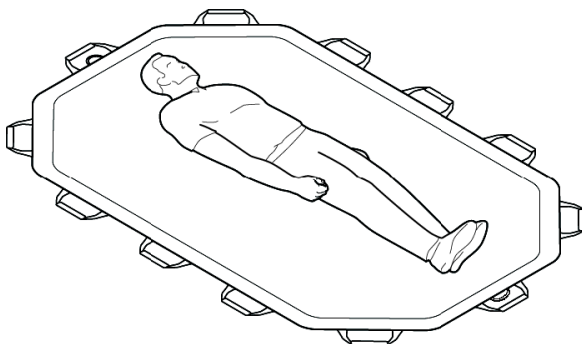

Figure 2
2. Observer les techniques approuvées pour centrer le patient sur le drap de transfert, comme le montre la Figure 2.